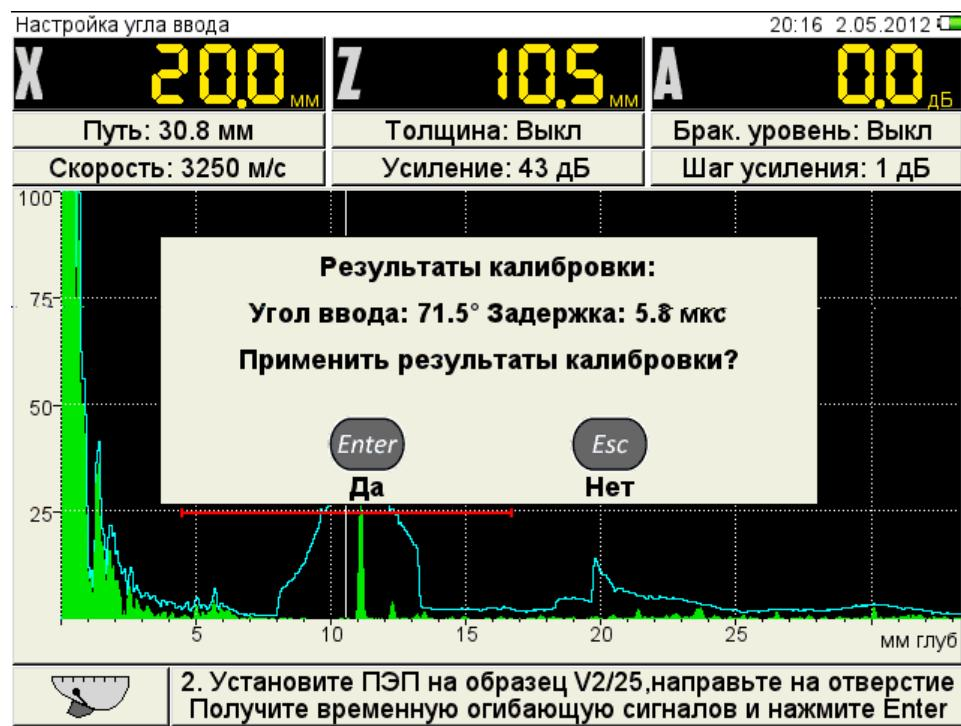

Рисунок 11
- подтвердить принятие результатов калибровки - **Enter** или отказаться от результатов калибровки - **Enter** (рисунок 11).